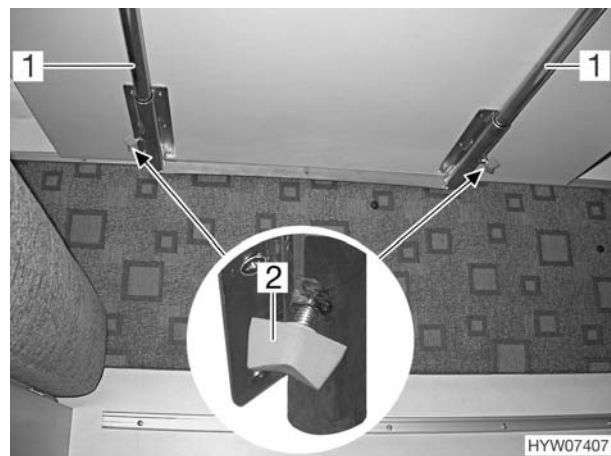

Bild 64 Hangetisch, Verriegelung des Auszugs
- Die Randelschrauben (Bild 64,2) an der Tischunterseite losen.
- Die Tischplatte vorne leicht anheben und auf den Fuhrungsschienen (Bild 64,1) bis zum Anschlag herausziehen.
- Die Randelschrauben (Bild 64,2) wieder festziehen.
- Die Rändelschrauben (Bild 64,2) an der Tischunterseite lösen.